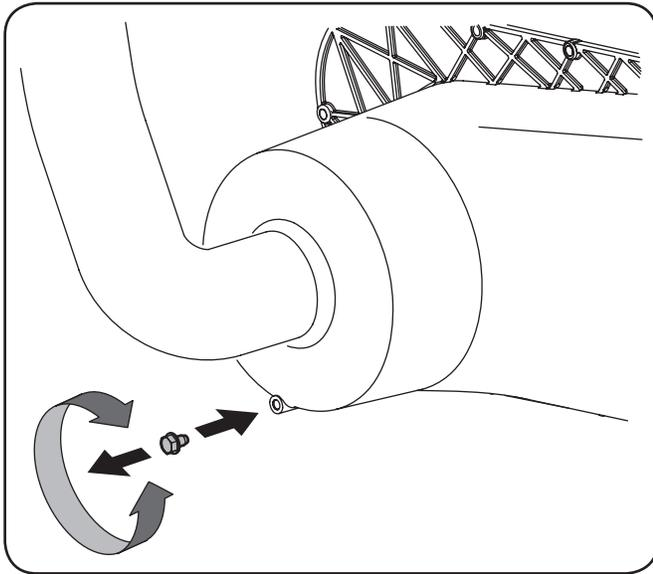

Figure 5-11
1. Retirez le bouchon de vidange du couvercle de la TCV. Voir Figure 5-11.